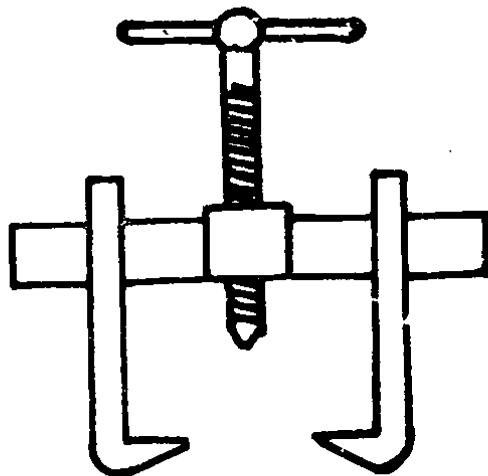

图1—8 拉具
(1) 构造及用途：拉具又称拉模、皮带扒子等，构造如图1—8所示。它是用来拆卸皮带轮、联轴器和滚动轴承的工具。使用时，将钩钩住被卸物，丝杠顶着轴心，缓慢上紧丝杠，就可以把被卸物拉出来。